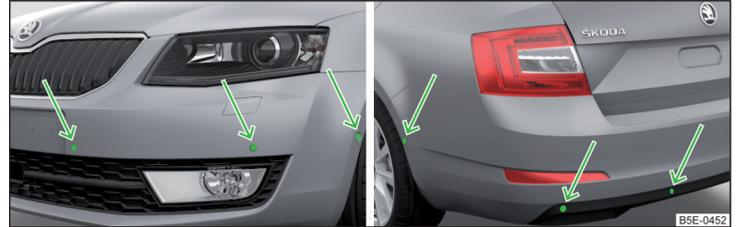

Abb. 243 Verbaort der Sensoren auf der linken Fahrzeugseite: vorn/hinten
- Die Systemsensoren » Abb. 243 auf Seite 212 sauber, schnee- sowie eisfrei halten und mit keinerlei Gegenständen abdecken, anderenfalls kann die Systemfunktion eingeschränkt sein.
Das System berechnet mithilfe von Ultraschallwellen den Abstand zwischen dem Stoßfänger und einem Hindernis. Die Ultraschallsensoren befinden sich je nach Fahrzeugausstattung im hinteren bzw. auch im vorderen Stoßfänger » Abb. 243.